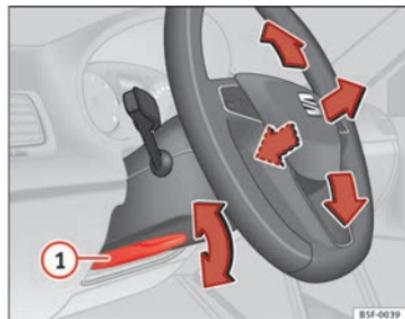

Fig. 117 Levier sur la partie inférieure latérale gauche de la colonne de direction
- Abaissez le levier ① ⇒ fig. 117 ⇒ ⚠